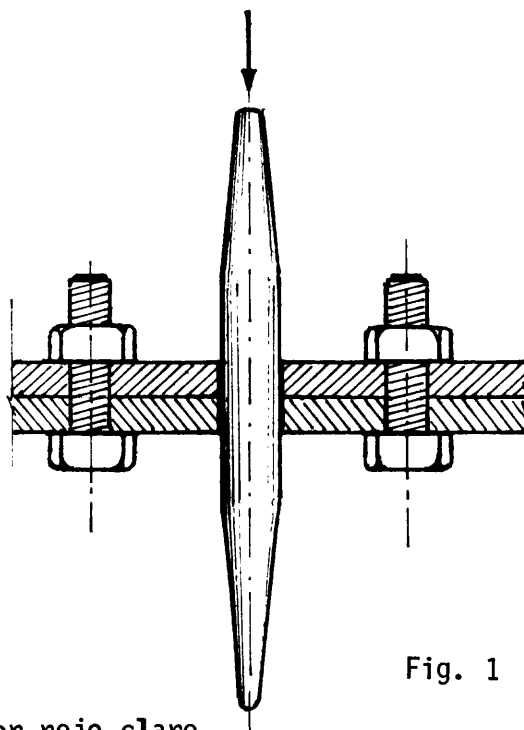

Fig. 1
- 2) Coloque pernos con tuercas para fijar la unión a remachar (fig. 1).